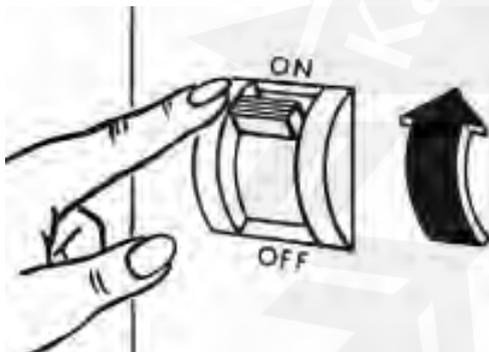

Fig. 3
- Falls vorhanden, Schalter der Ferneinschaltung (Fig. 3) einschalten.